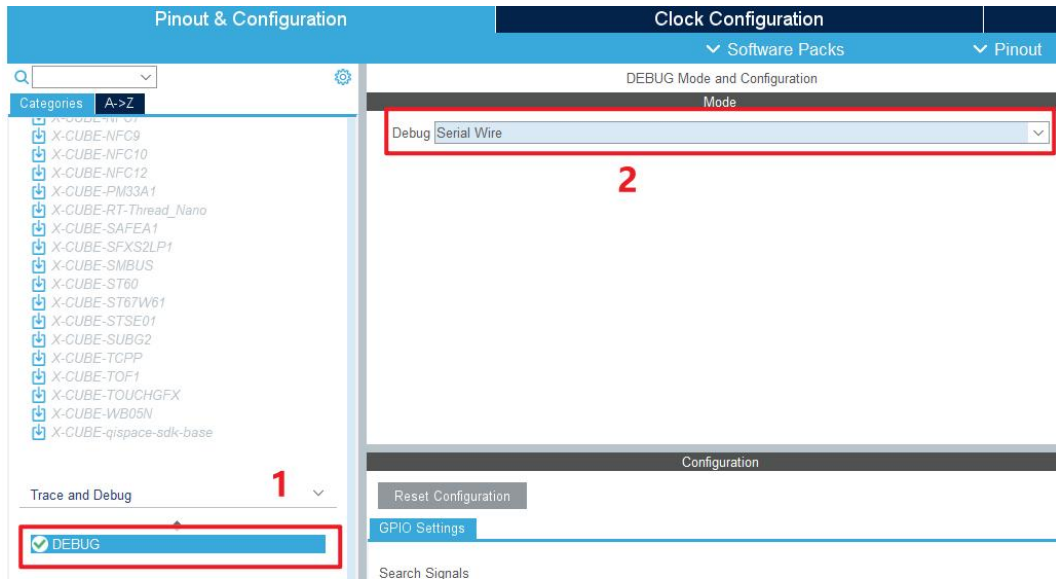

图 5.13
13. 配置程序下载与调试接口。如图 5.13 所示，选择 Serial Wire。